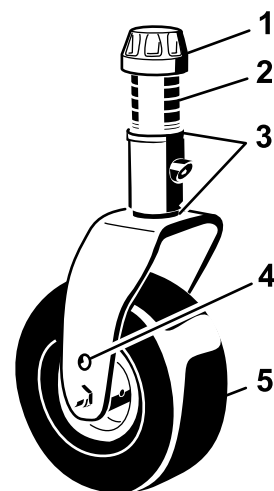

Figura 17
4. Retire a tampa de tensionamento do eixo roscado e desloque o fuso para fora do braço da roda giratória (Figura 17).